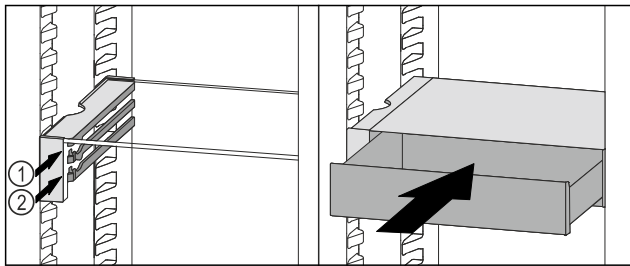

Fig. 94
- ▶ Placer le tiroir VarioSafe derrière les butées sur la nervure désirée Fig. 94 (1) ou Fig. 94 (2).